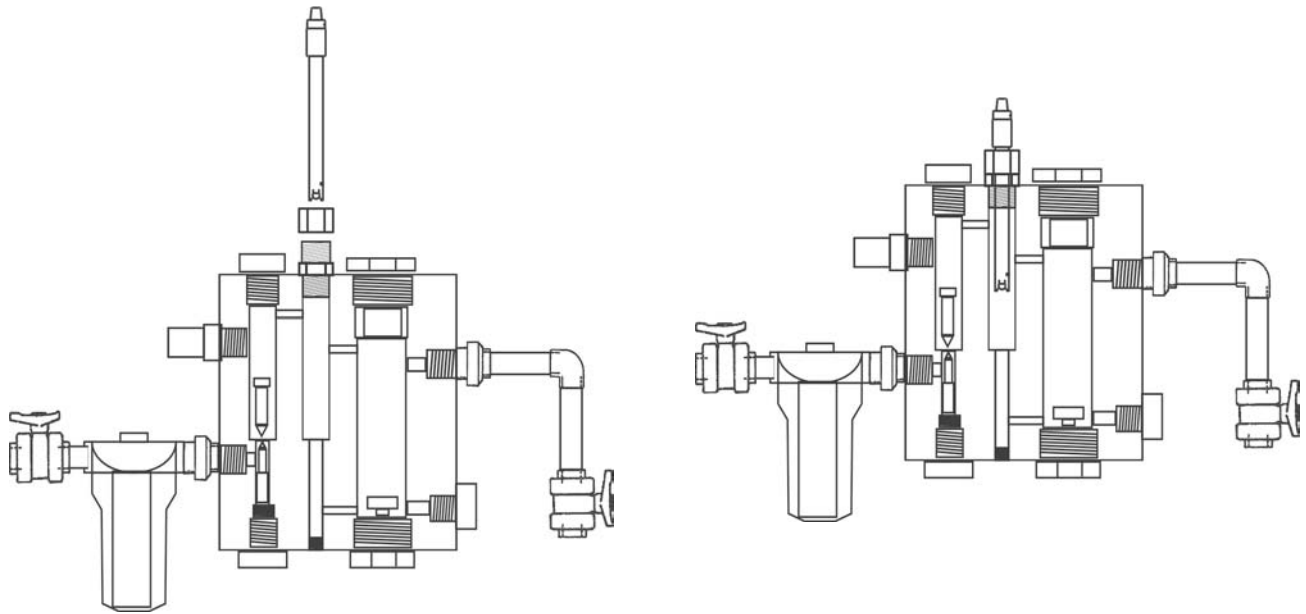

Fig. 10
1. Insertar el sensor de pH suministrado con el equipo en el correspondiente alojamiento del porta-sondas. (Fig. 10)